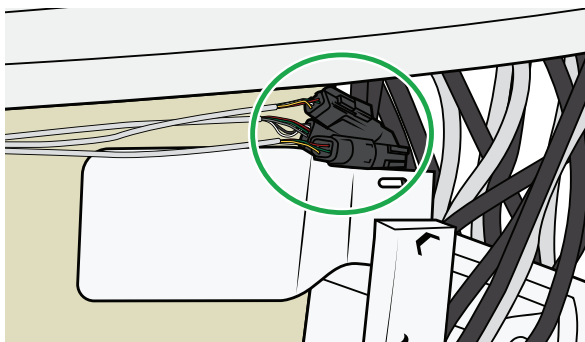

Figure 75
12. Sur le côté droit, branchez le connecteur du panneau latéral. Si l'éclairage dans l'eau est disponible, connectez les deux connecteurs rapides des LED. Voir Figure 75. Regroupez les câbles à l'aide d'une attache de câble.